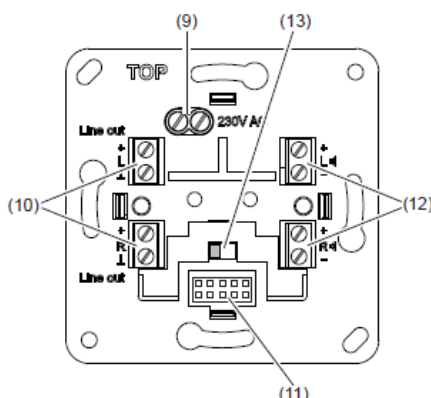

Рис.2: точки подключения
- Подключите рабочее напряжение АС 230 В~ к клеммам док-станции (Рис. 2, 9).
- Подключите кабели аудиоколонок к клеммам (Рис. 2, 12).
- При необходимости, установите режим воспроизведения (**стерео или моно**) с помощью переключателя (Рис. 2, 13).
- Подключите кабели от внешнего аудио-прибора к клеммам **Line out** (Рис. 2, 10). Во избежание возникновения аудио-помех, используйте экранированный кабель. Соедините экранирующий проводник кабеля с клеммой в соответствии с обозначением.